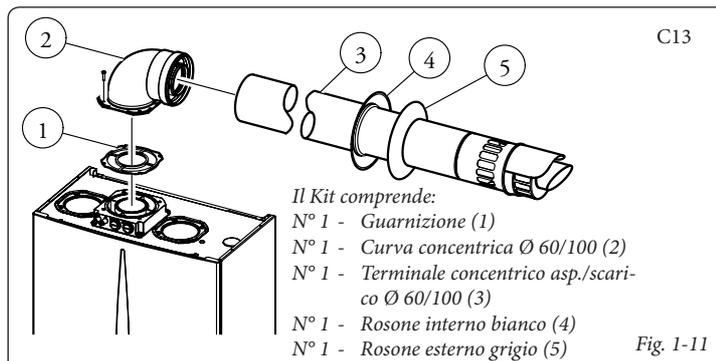

Fig. 1-11
Questo terminale permette l'aspirazione dell'aria e lo scarico dei fumi direttamente all'esterno dell'abitazione. Il kit orizzontale può essere installato con l'uscita posteriore, laterale destra e laterale sinistra. Per l'installazione con uscita anteriore è necessario utilizzare il tronchetto ed una curva concentrica ad innesto in modo da garantire lo spazio utile per effettuare le prove richieste dalla legge all'atto della prima messa in servizio (Fig. 1-11 ÷ 1-14).
**Kit orizzontali di aspirazione - scarico Ø 60/100.** Montaggio kit (Fig. 1-11): installare la curva con flangia (2) sul foro centrale della caldaia interponendo la guarnizione (1) (che non necessita di lubrificazione) posizionandola con le sporgenze circolari verso il basso a contatto con la flangia di caldaia e serrare con le viti presenti nel kit. Innestare il tubo terminale concentrico Ø 60/100 (3) con lato maschio (liscio), nel lato femmina della curva (2) sino a portarlo in battuta, accertandosi di avere già inserito il relativo rosone interno ed esterno, in questo modo si otterrà la tenuta e la giunzione degli elementi che compongono il kit.